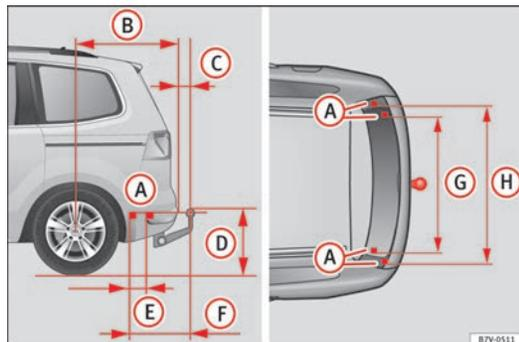

Fig. 159 Cotas y puntos de fijación para instalar posteriormente un enganche para remolque.
En cualquier caso deberán respetarse las cotas de separación al montar un enganche para remolque. La distancia entre el centro de la rótula y la calza ⇒ fig. 159 D nunca podrá ser inferior a la indicada. Esto rige incluso con el vehículo a plena carga, incluyendo la carga de apoyo máxima.
**Cotas de separación** ⇒ fig. 159: